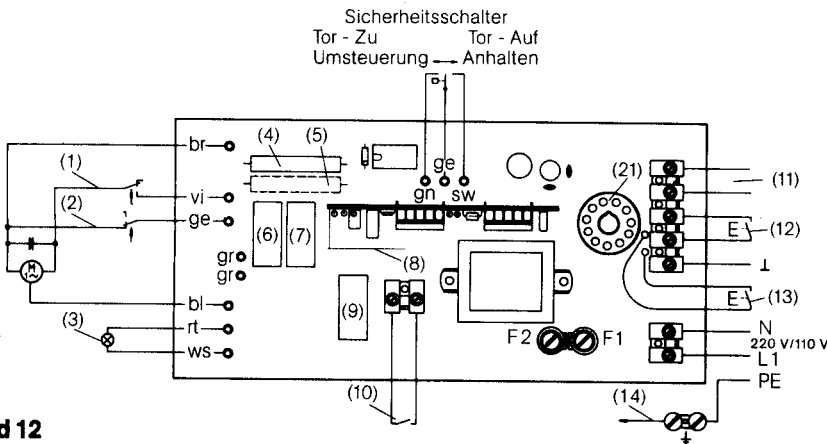

Bild 12
Der Empfänger (20) E 43 B wird in den vorgesehenen Funksockel (21) auf der Steuerungsplatine (Bild 12) im Antriebskopf (3) eingesetzt. Die beiliegende Antenne wird mit dem Miniaturstecker in die Koaxialbuchse (23) des Empfangsgerätes (20) eingesteckt, durch das Gehäuse nach außen geführt und senkrecht ausgerichtet.
Erläuterung zu Bild 12